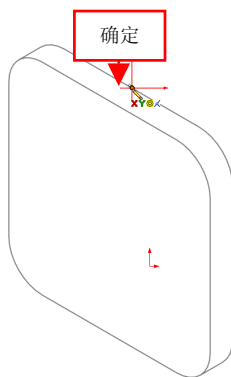

图 2-54 确定起始点
(2) 单击【草图】选项卡中的【3D 草图】按钮，进入 3D 草图绘制环境，单击【样条曲线】按钮，在绘图区中的合适位置处单击鼠标左键，确定起始点，如图 2-54 所示。